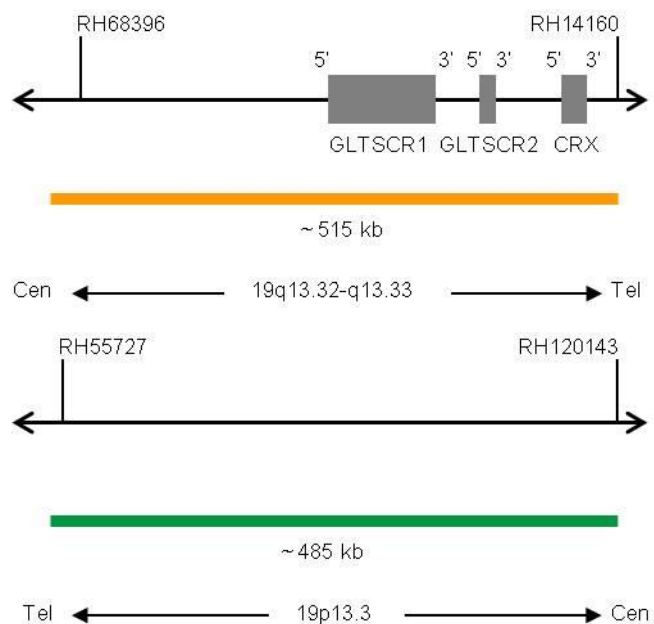

Fig. 1: Arriba: SPEC 19q13 Mapa de la sonda; abajo: SPEC 19p13 Mapa de la sonda (no está a escala)
- Polinucleótidos marcados en naranja (excitación a 547 nm/emisión a 572 nm) ZyOrange (~4,5 ng/ $\mu$ l), dirigidos a secuencias localizadas en 19q13.32-q13.33\* (chr19:47,857,776-48,374,564) (ver Fig. 1).
- Polinucleótidos marcados en verde (excitación a 503 nm/emisión a 528 nm) ZyGreen (~10 ng/ $\mu$ l), dirigidos a secuencias localizadas en 19p13.3\* (chr19:658,555-1,144,465) (ver Fig. 1).